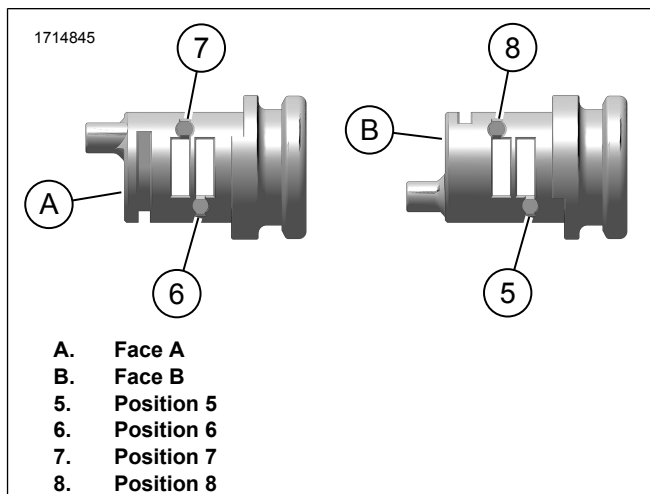

Figure 6. Ressort et culbuteur
4. Voir la figure 6. Installer les ressorts dans les trous des positions 6 et 7 sur le côté A du verrou.